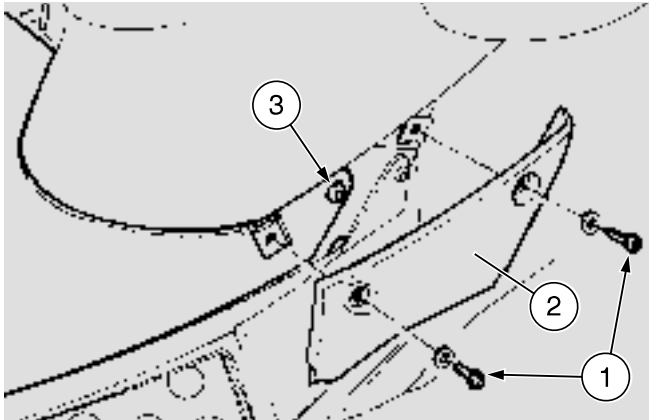

Fig. 39
- ◆ ★ Dévisser et ôter les deux vis (1-Fig. 39).
- ◆ ★ Enlever le petit couvercle (2-Fig. 39).
- ◆ ★ Dévisser et ôter la vis (3-Fig. 39).